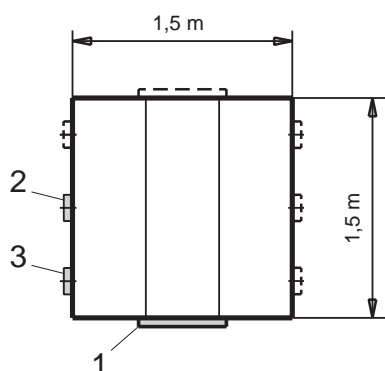

Fig. 4 Varianti di montaggio - vista dall'alto
la disposizione standard per apertura di manutenzione (1), bocchettone di caricamento (2) e raccordo di aspirazione (3) è riportata in grigio, le altre possibili disposizioni sono disegnate tratteggiate - Fig. 4. Il bocchettone di caricamento è sempre al centro, mentre il raccordo di aspirazione e la serranda dell'aria con foro di ispezione possono essere piazzati a scelta a destra o a sinistra del bocchettone di caricamento.